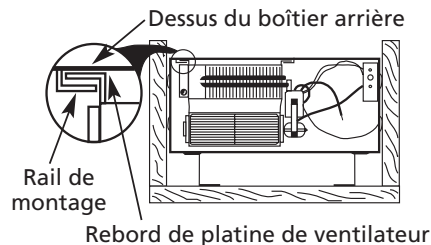

Figure 8
2. Insérer les rebords de la platine du ventilateur dans les rails de montage et les faire glisser vers l'arrière jusqu'à ce que la platine du ventilateur soit en butée (voir la Figure 8).